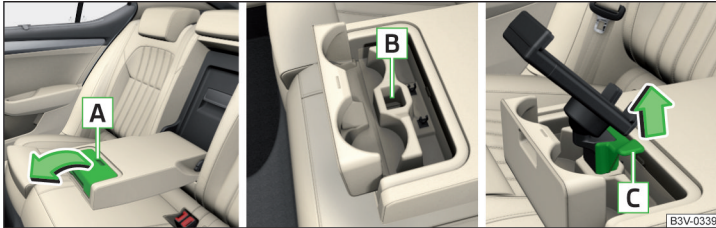

Abb. 117 Ablagefach öffnen / Staufach für Halter / Halter abnehmen
- Zum **Einsetzen** den Deckel an der Aussparung **A** fassen und in Pfeilrichtung aufklappen » Abb. 117.